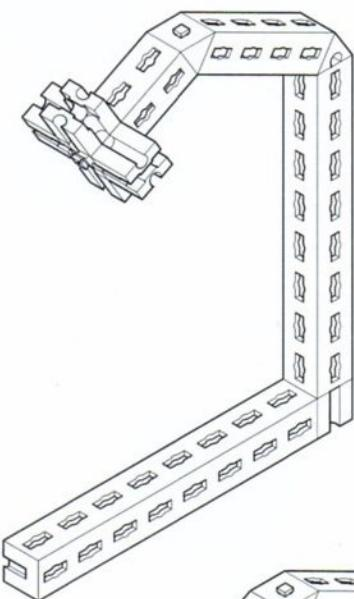

Abb. 2
**1)** Macht den Sockel des Ständers größer (Abb. 2). Eine Linie vom Massenmittelpunkt des Armes nach unten verläuft jetzt innerhalb des Sockelbereichs.